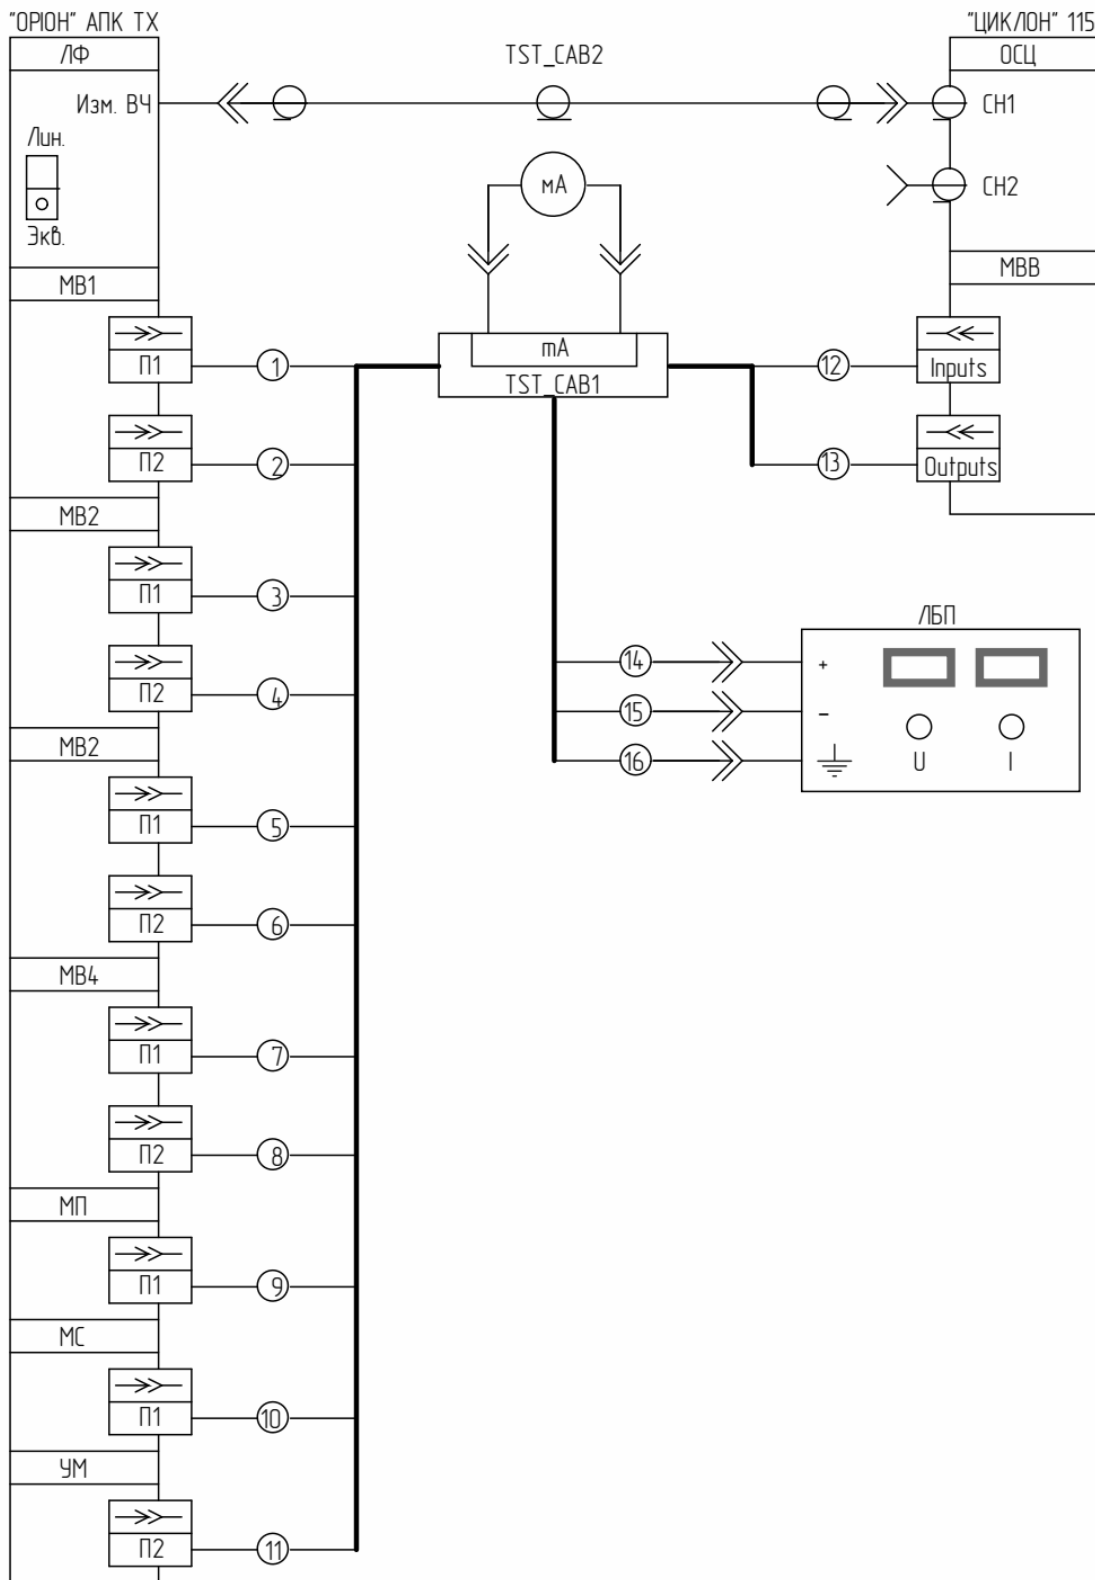

Рисунок 8.11.4 – Схема подключения
- 1) Подключить «ОРИОН» АПК ТХ к «ЦИКЛОН» 115 и ЛБП с помощью тестовых кабелей «TST_CAB1», «TST_CAB2» (см. рисунок 8.11.4);
- 1) Подключить «ОΡΙОН» АПК ТХ к «ЦИКЛОН» 115 и ЛБП с помощью тестовых кабелей «TST_CAB1», «TST_CAB2» (см. рисунок 8.11.4);